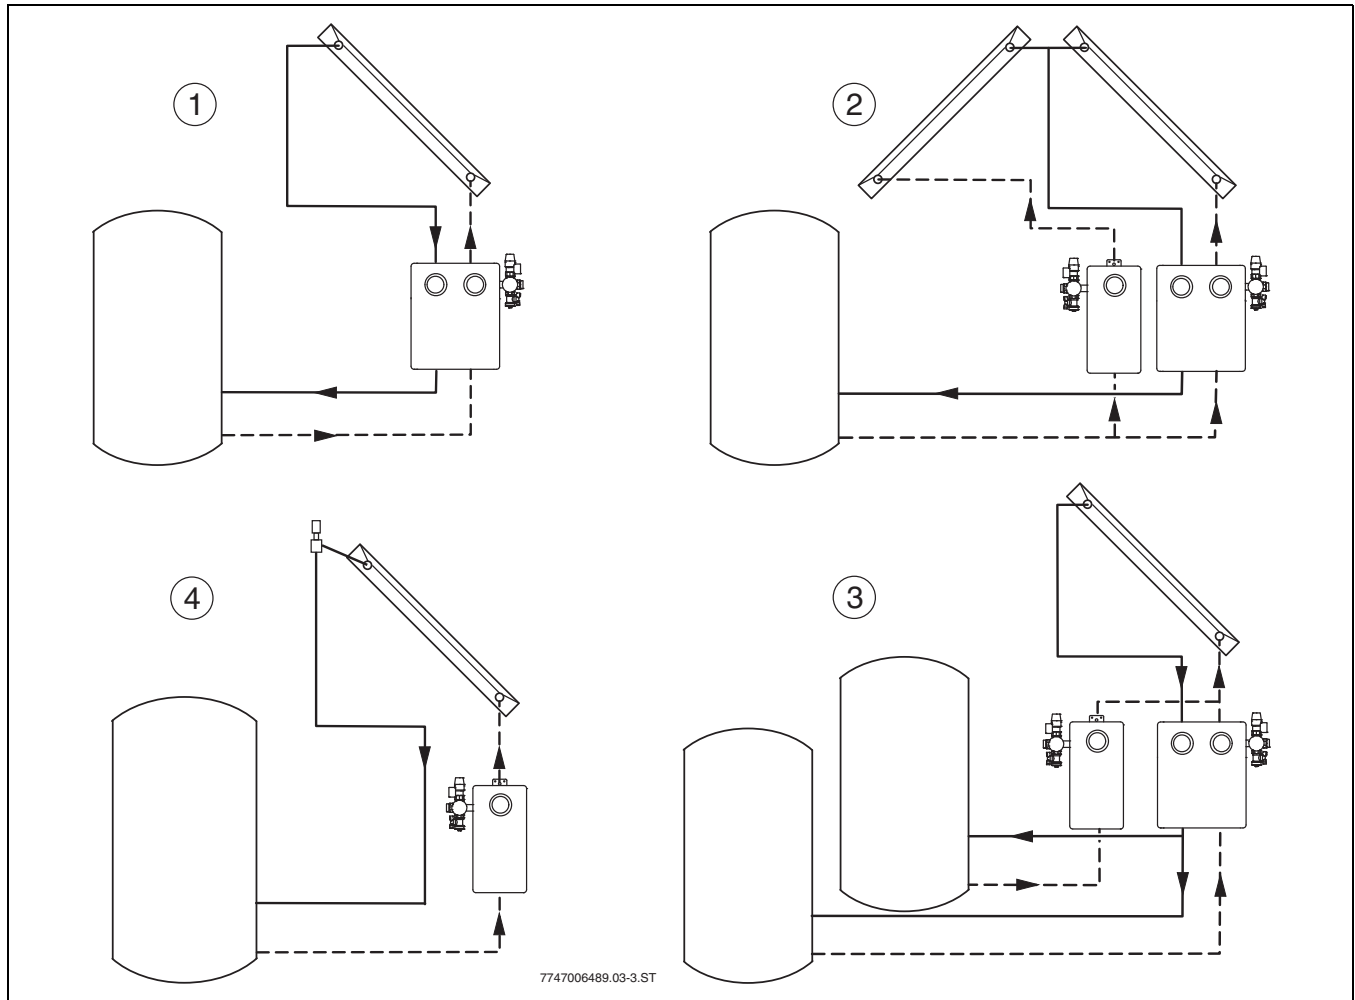

Fig. 3 Diversas aplicaciones hidráulicas
- ▶ Montar las estaciones solares únicamente en posición vertical (→ fig. 3) y en espacios interiores.